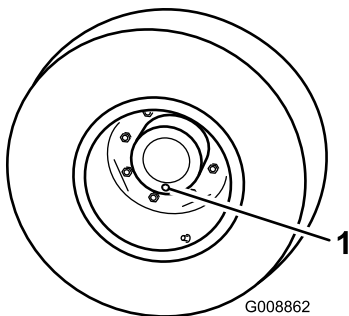

Bild 63
3. Drehen Sie das Rad so, dass die Prüf-/Ablassschraube (Bild 63) an der niedrigsten Stelle ist.